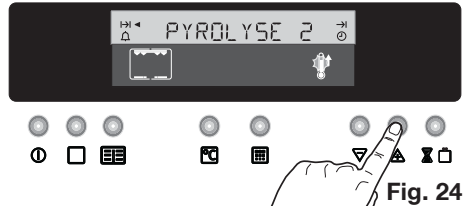

Fig. 24
3. L'indication "PYROLYSE 1" clignote. Pendant ce temps, appuyez sur les touches  ou  pour sélectionner la position "PYROLYSE 1" ou "PYROLYSE 2" (Fig. 24).